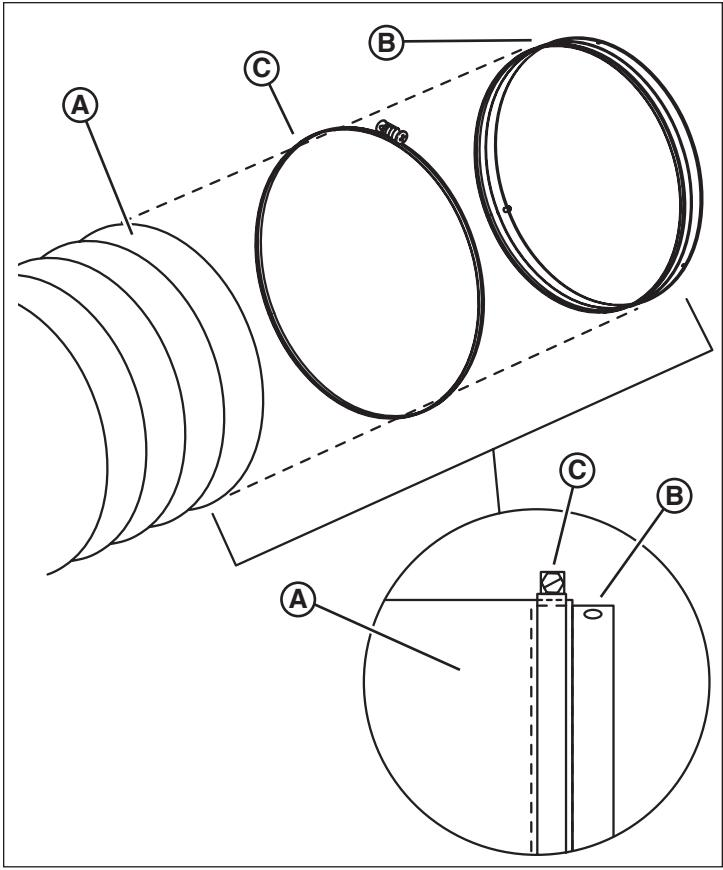

Figure 18
1. Installer la conduite flexible (A, Figure 18) par-dessus la bande de raccord (B). Le conduit flexible devrait couvrir seulement la moitié de la bande de raccord (encart), laissant les ergots d'arrêt et les flèches sur la moitié restante. Fixer la grande vis type serre-joint (C).